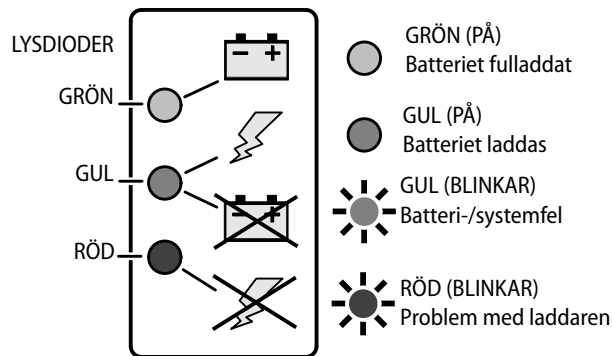

Fig. 3-12. Laddarens dekal för lysdiодerna
3. När den sätts igång går laddaren igenom ett kort självprov på lysdiодerna. Indikatorlamporna på laddaren (Fig. 3-12.) blinkar i följd under
Om ett fel har inträffat under batteriladdningen blinkar (den gula eller röda) lysdioden på laddaren (Se Fig. 3-12.) motsvarande det fel som har inträffat. Se Tabell 3-1 beträffande blinkkoderna och deras betydelse.